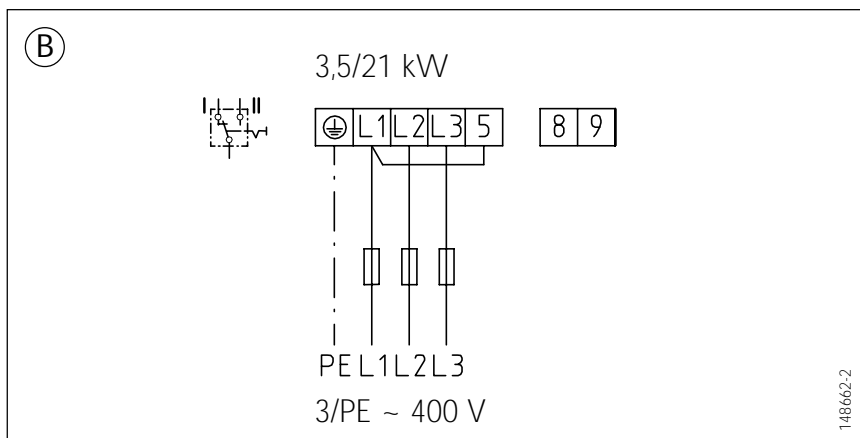

Abb. 12/Fig. 12/Afb. 12
(B) Durchlaufspeicherbetrieb, Abb. 12
(B) Instantaneous hot water storage operation, Fig. 12
(B) Mode chauffe-eau instantané, fig. 12
(B) Doorstroom-boilerfunctie, afb. 12